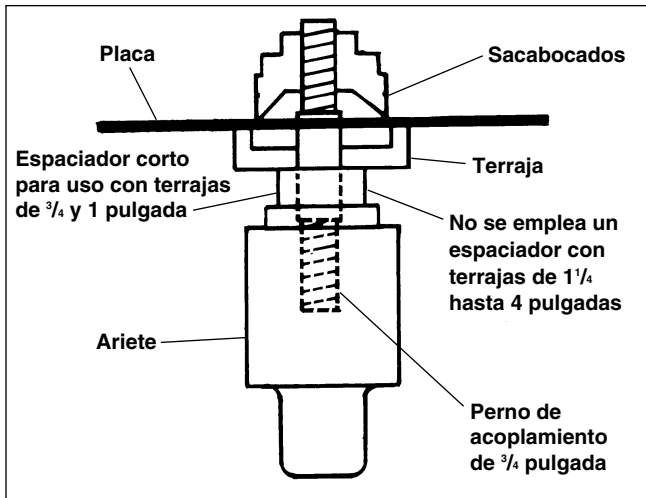

Figura 4 – Perforación de agujeros de 3/4 hasta 4 pulgadas
4. Pase el extremo del perno de acoplamiento y el extremo del perno a través del agujero piloto recién perforado y rosque el sacabocados al extremo del perno de tal manera que las puntas apenas toquen el material (Figura 4). Haga funcionar la bomba como se describe a continuación.